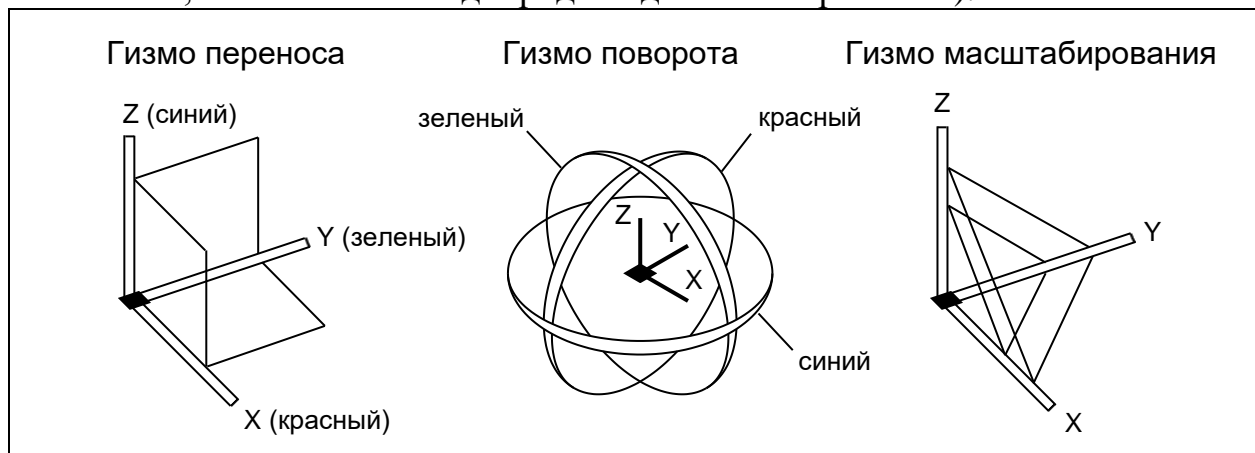

Рис. 10
Имеется три типа гизмо, каждому из которых соответствует свое специфическое изображение (рис. 10):
**3D-поворот** объекта вокруг произвольной пространственной оси выполняется командой **3DПОВЕРНУТЬ** с использованием гизмо поворота. Например, чтобы выполнить поворот вокруг оси OX, необходимо выбрать красный круг (см. рис. 10). Положительное направление поворота определяется правилом правой руки.